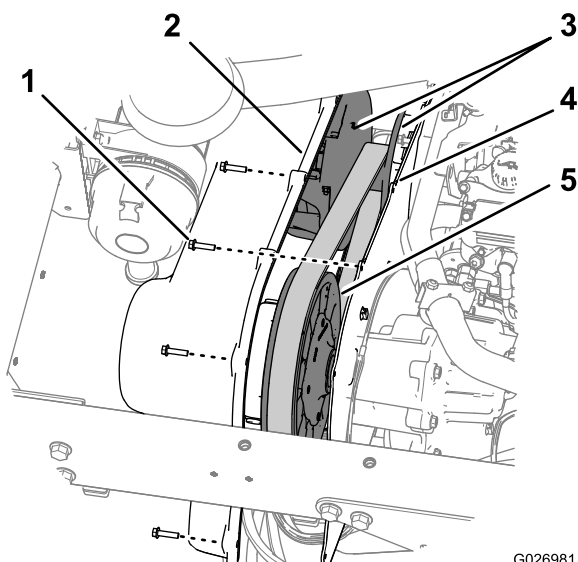

Figura 74
- Retire los 9 pernos de cabeza hexagonal con arandela prensada (1/4 x 1 pulgada) que sujetan la cubierta de la transmisión a la placa de montaje de la transmisión (Figura 74).
- Alinee los taladros de la cubierta de la transmisión con los taladros de la placa de montaje (Figura 74).
- Sujete la cubierta a la placa de montaje (Figura 74) con los 9 pernos de cabeza hexagonal (1/4 x 1 pulgada) que retiró en el paso 1, y apriete los pernos a 10,2–12,4 N m.